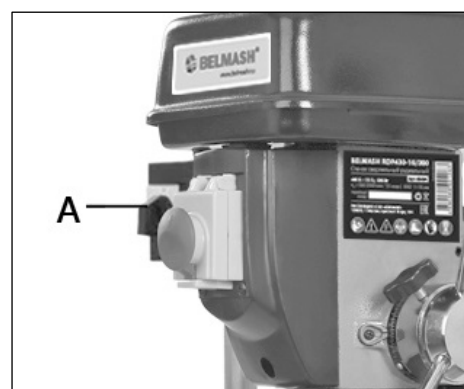

Рисунок 15.
Сначала отключите станок и установите соответствующий режущий инструмент. Затем установите переключатель (А) (рис. 15) в нужное положение. Всего положений три: (L) – вращение против часовой стрелки, (R) – вращение, (0) – положение отключения магнитного пускателя.